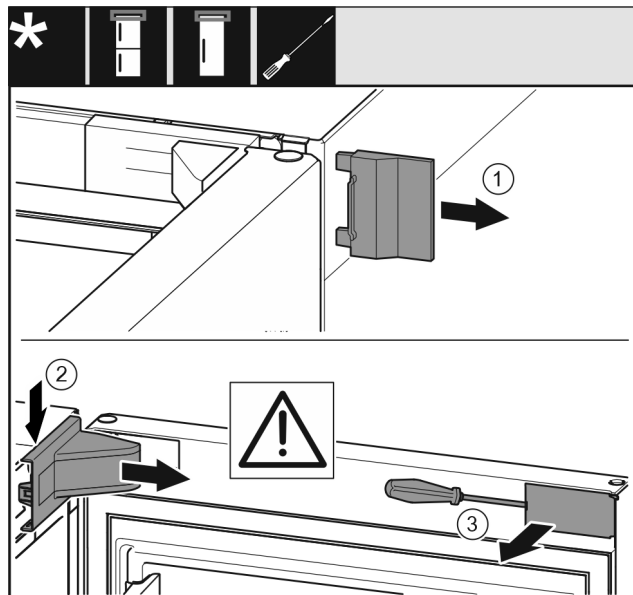

Fig. 10
- Retirer le cache extérieur Fig. 10 (1).
- Dégager et retirer le cache du support de palier Fig. 10 (2).
- Dégager le cache Fig. 10 (3) au moyen d'un tournevis plat et le faire pivoter sur le côté.